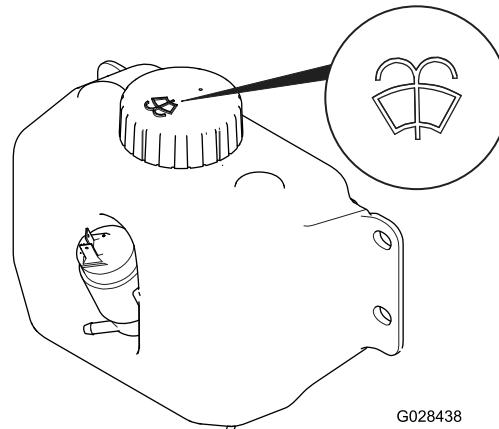

Figure 51
3. Localisez le réservoir de liquide lave-glace (Figure 51).